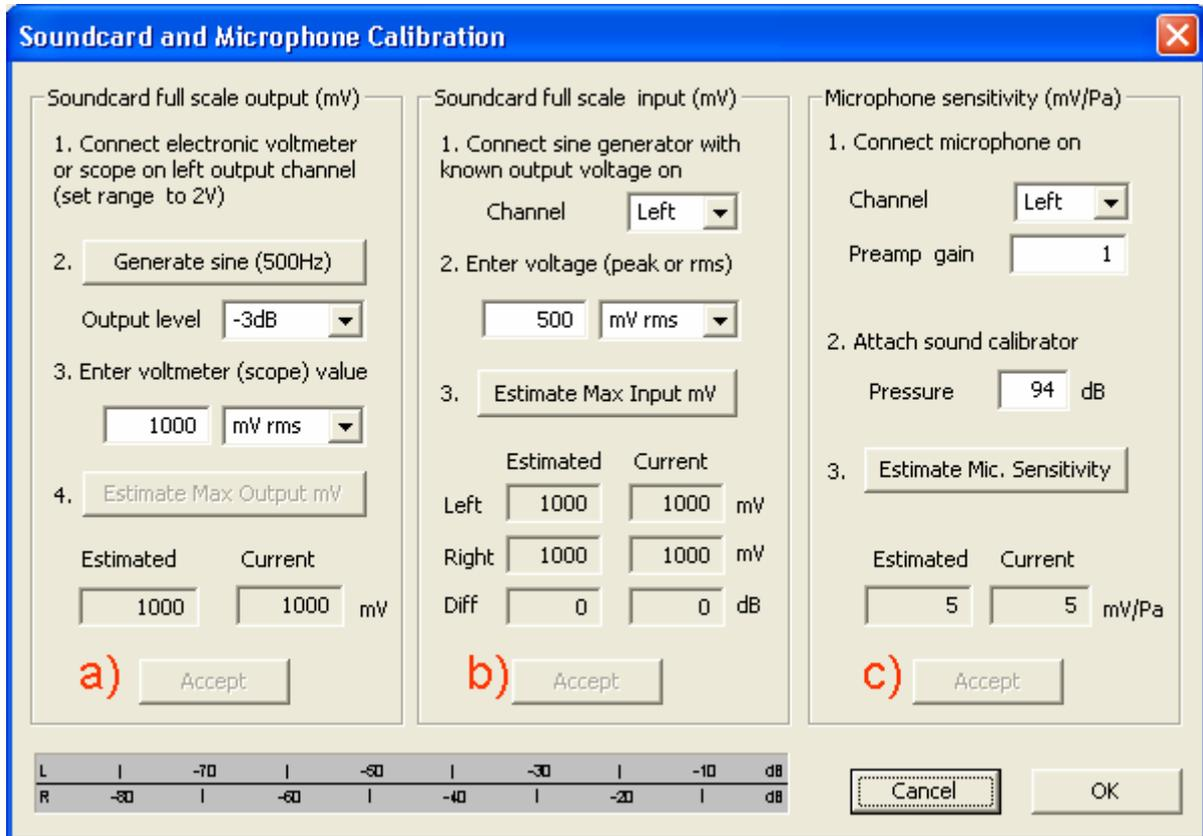

Bild 5.1: Kalibrierungsmenü
5. Drücken Sie '**Estimate Max Input mV**' und beobachten Sie den Eingangspegel an der Peakanzeige im unteren Teil der Maske (s. Bild 5.1). Wenn der Eingangskanal übersteuert ist, reduzieren Sie den Eingangspegel (s. Abschnitt 4).